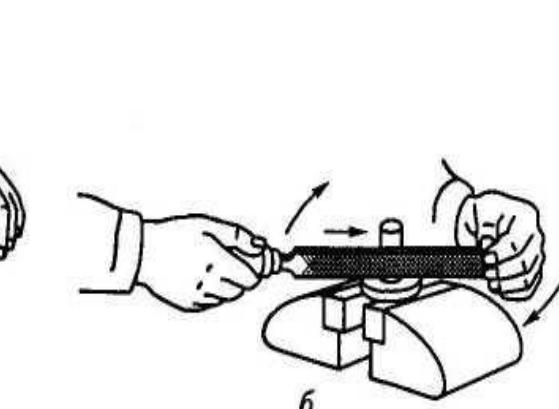

Рис. 3.17. Опиливание круглого стержня:
-при опиливании цилиндрического валика (стержня), закрепленного горизонтально: в начале рабочего хода - носок напильника опущен вниз, рукоятка поднята вверх; в середине рабочего хода -напильник расположен горизонтально; в конце рабочего хода - носок напильника поднят вверх, рукоятка опущена вниз (рис. 3.17, а);
-при опиливании цилиндрического валика (стержня), закрепленного вертикально: в начале рабочего хода - носок напильника направлен влево; в конце рабочего хода - носок напильника направлен вперед (рис. 3.17, б);